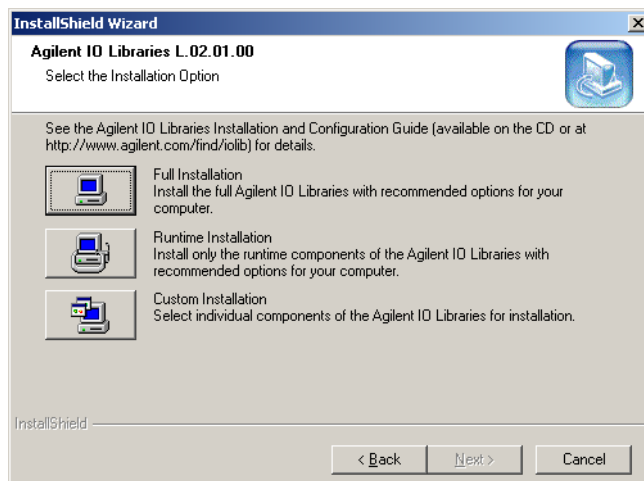
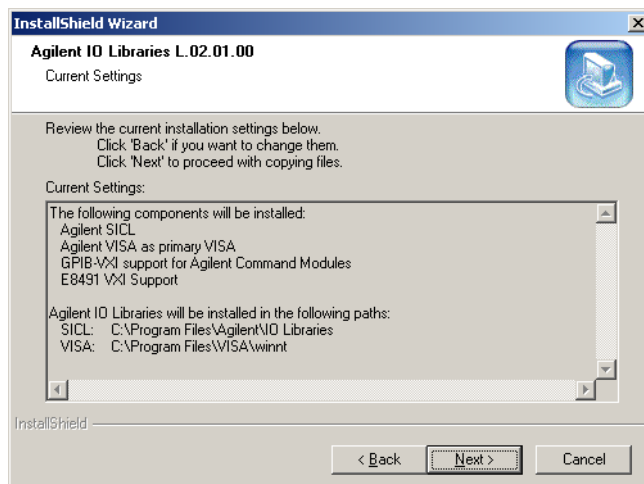

Figura 27 Finestra di installazione: selezione delle opzioni di installazione (Installation Options)
Figura 28 Finestra di installazione: Current Settings
- 4 In Installation Options (vedere la Figura 27) premere il tasto **Full Installation**, quindi nella finestra di dialogo Current Settings (vedere la Figura 28) premere **Next**.